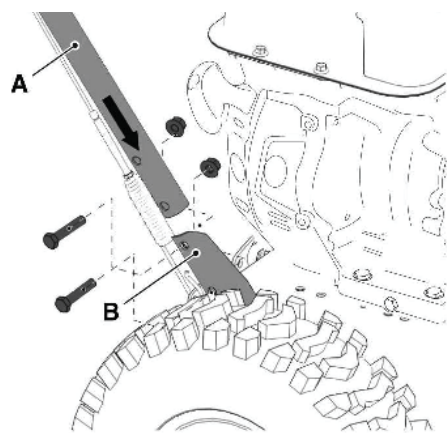

Рисунок 4
- Совместите две опоры ручки (рисунок 4. А) до упора (рисунок 4. В).